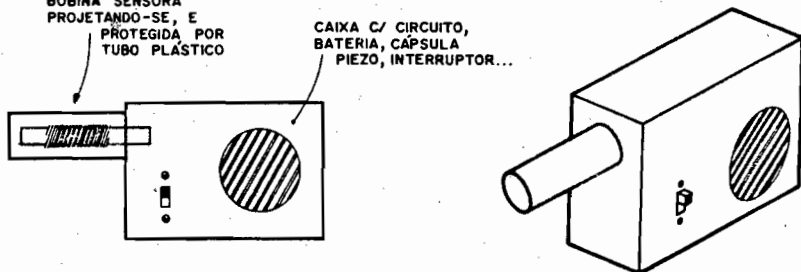

Fig.6
- **FIG. 6 - SUGESTÃO PARA A CAIXA DO SEMPR...** - Pela disposição geral das "coisas" e pelo próprio tipo de "manuseio", a caixa do SEM-